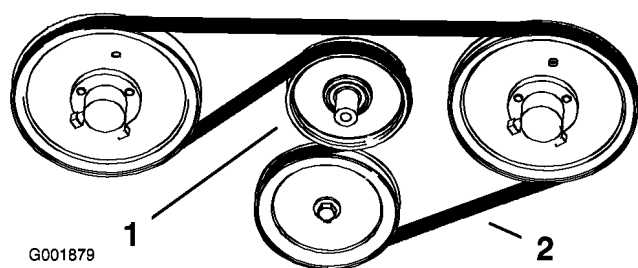

Figure 60
2. Abaissez la poulie de tension rappelée par ressort et enlevez la courroie des poulies du moteur et de la pompe hydraulique (Figure 60). Enlevez la courroie entre les poulies.
3. Montez la courroie neuve sur les poulies du moteur et des pompes hydrauliques (Figure 60).
4. Abaissez la poulie de tension rappelée par ressort et alignez-la sous la courroie d'entraînement, puis relâchez-la (Figure 60).